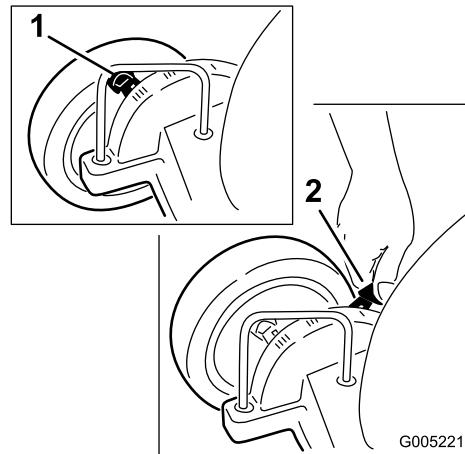

Figura 16
1. Tirate ogni leva di regolazione dell'altezza delle ruote anteriori verso la ruota (Figura 16), e spostatela nella posizione opportuna.
Ciascuna delle ruote anteriori viene regolata con una leva di regolazione dell'altezza della ruota (Figura 16). Le ruote posteriori vengono regolate insieme con una